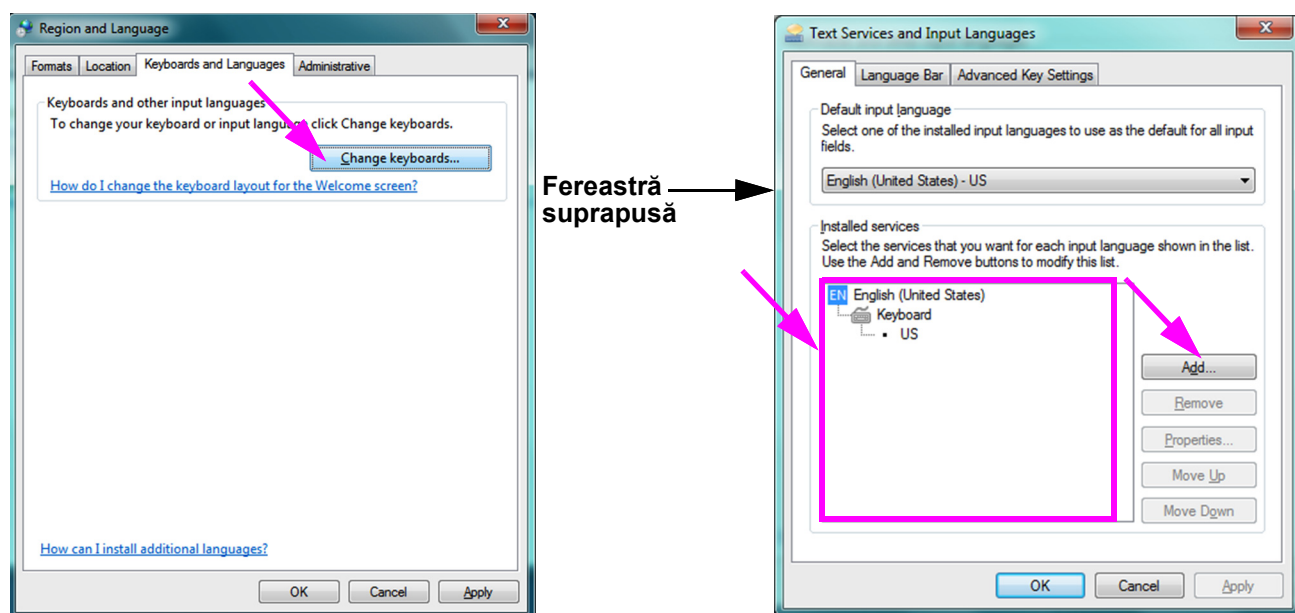

Figura C-8. Ecranele Regiune și limbă și Servicii text și Limbi de tastatură
2. Când apare fila Tastaturi și limbi (Keyboards and Languages), faceți clic pe butonul **Schimbare tastaturi... (Change Keyboards...)** (consultați Figura C-8). Apare o fereastră suprapusă, care enumeră serviciile instalate (tastaturile lingvistice disponibile).
Dacă limba dorită nu există în caseta Servicii instalate (Installed Services), faceți clic pe butonul **Adăugare (Add)** (consultați Figura C-8).